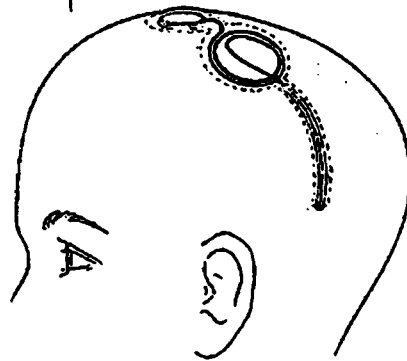

Figura 11. Enrolle el electrodo en la bolsa subgaleal.
8. Enrolle la parte sobrante del electrodo en la bolsa subgaleal (consulte la Figura 11).